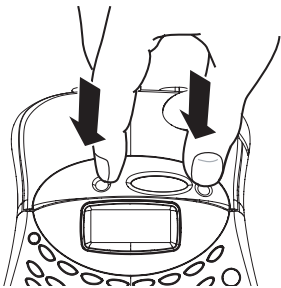

Figura 3
1. Presione y suelte la tapa del cartucho de cinta para abrir el compartimento. Véase Figura 3.